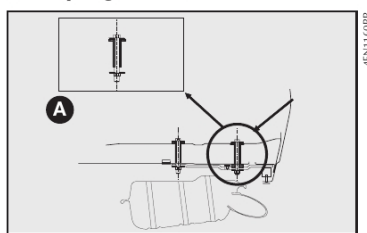

fig. 11
- Efetuar no veículo a furação com Ø (diâmetro) 11 mm traspassando o assoalho posterior (ver detalhe A-fig. 11) e a longarina nas marcas esquemáticas indicadas na figura correspondente ao modelo do seu veículo (12 e 13).